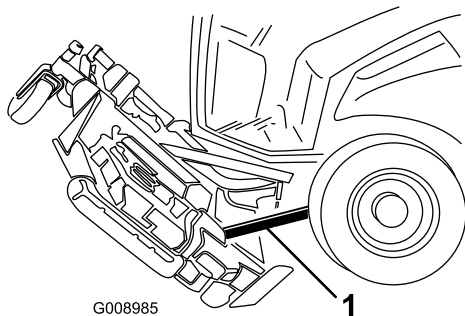

Figura 132
6. Inserite un blocco di legno tra la parte posteriore del piatto e la macchina (Figura 132).